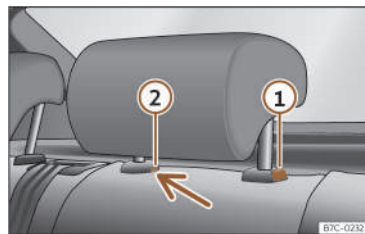

Fig. 83 Poggiatesta posteriore: smontaggio.
- Premere il tasto >>> **fig. 83** ①, premendo al tempo stesso attraverso il foro della sicura ② con un cacciavite piatto di massimo 5 mm di larghezza e rimuovere il poggiatesta.